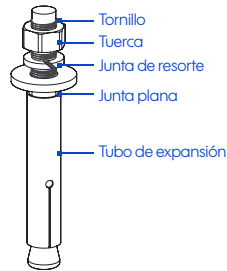

Figura 3-16 Estructura e instalación del perno de expansión
3. Instale 4 pernos de expansión M12 en los orificios de instalación. (La estructura e instalación del perno de expansión se muestra en la figura 3-16).